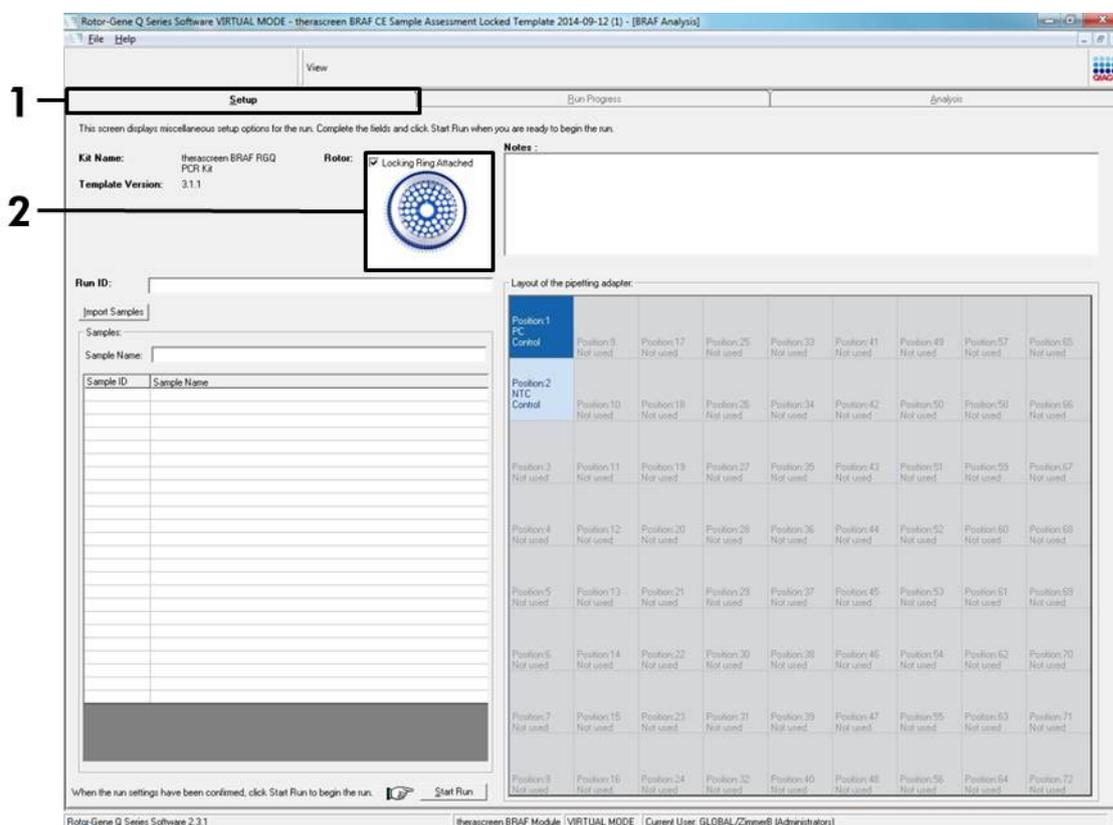

Figura 3. La scheda "Setup" (Configurazione) (1) e la casella "Locking Ring Attached" (Anello bloccante collegato) (2).
10. La scheda "Setup" (Configurazione) viene visualizzata per impostazione predefinita (Figura 3). Verificare che l'anello bloccante sia posizionato correttamente e selezionare la casella "Locking Ring Attached" (Anello bloccante collegato). Chiudere il coperchio dello strumento Rotor-Gene Q.